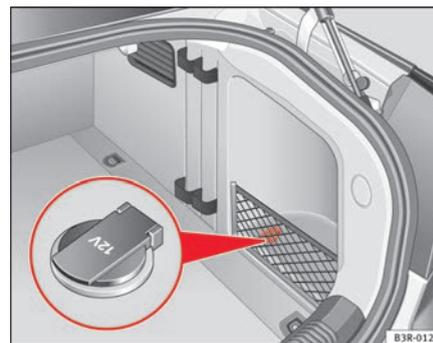

Fig. 128 Vue partielle du revêtement latéral du coffre à bagages : prise de courant de 12 volts
- Levez le cache de la prise de courant ⇒ fig. 128.